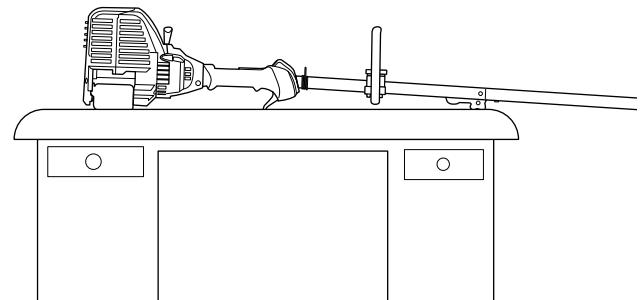

Fig. 11
- Réglez l'appareil sur une surface plane**, comme un établi ou une table. Le bouclier de la tête de coupe devrait pendre sur le bord, de sorte que le moteur est de niveau (Fig. 11).